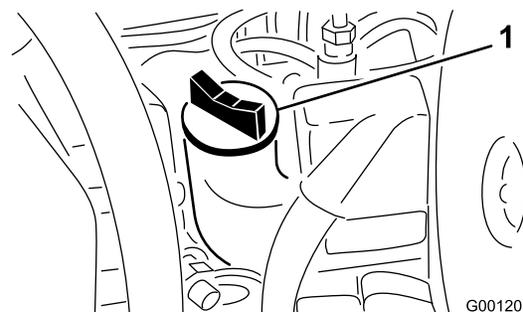

Figura 49
4. Se o nível de óleo se encontrar abaixo da marca Cheio da vareta, retire a tampa de enchimento (Figura 49) e adicione óleo até que o nível atinja a marca Cheio. **Não encha demasiado.**